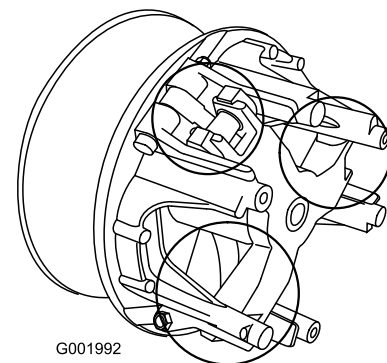

Bild 60
5. Schmieren Sie die beweglichen Teile in den Bereichen, die in Bild 60 eingekreist sind, mit Toro Dry Lubricant Spray ein. Sie erhalten den Spray von Ihrem Toro Vertragshändler oder Distributor.